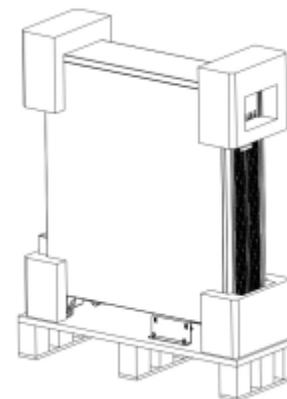

Fig.3-4 Detalhe retirada da caixa de papelão
3. Retire a caixa de papelão (veja Fig. 3-4).